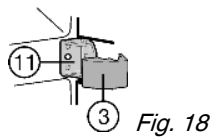

Fig. 18
► Fije la cubierta Fig. 18 (11) en el soporte de cojinete central Fig. 18 (3).